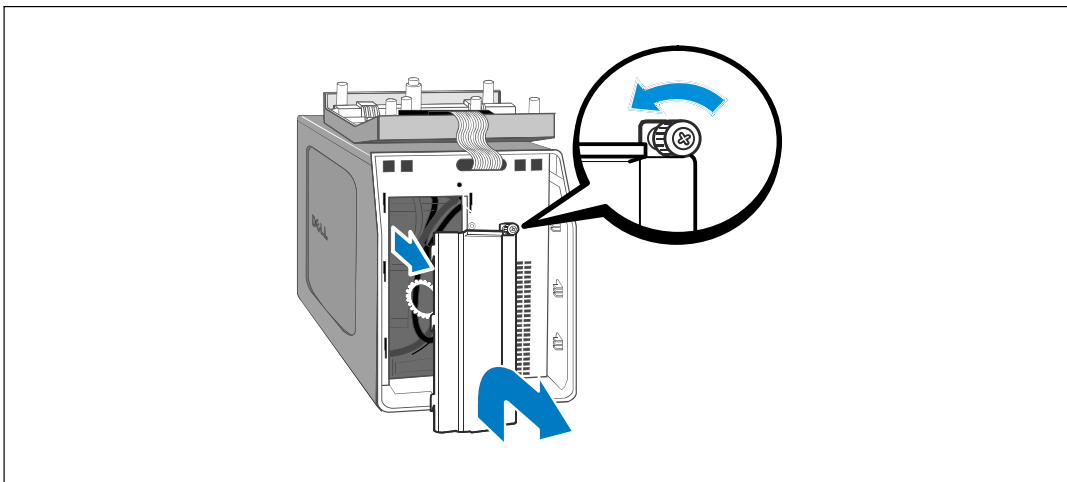

Figure 11. Retrait du couvercle de la batterie
- 3 Dévissez la vis à oreilles sur le couvercle métallique des batteries et levez pour retirer le couvercle (voir Figure 11).